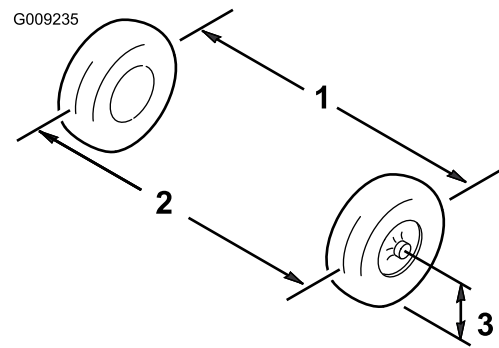

Bild 47
3. Messen Sie den Abstand zwischen beiden Vorderreifen auf Achshöhe (an der Vorder- und Rückseite der Vorderreifen) (Bild 47).